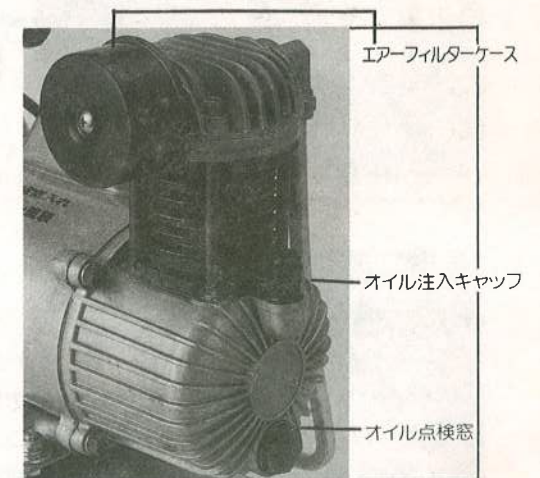

図2
- エアフィルターケースは破損防止のため本機から抜いて袋の中に入れてあります。ご使用前に本機にエアフィルターをセットしてからご使用下さい。(図2参照)